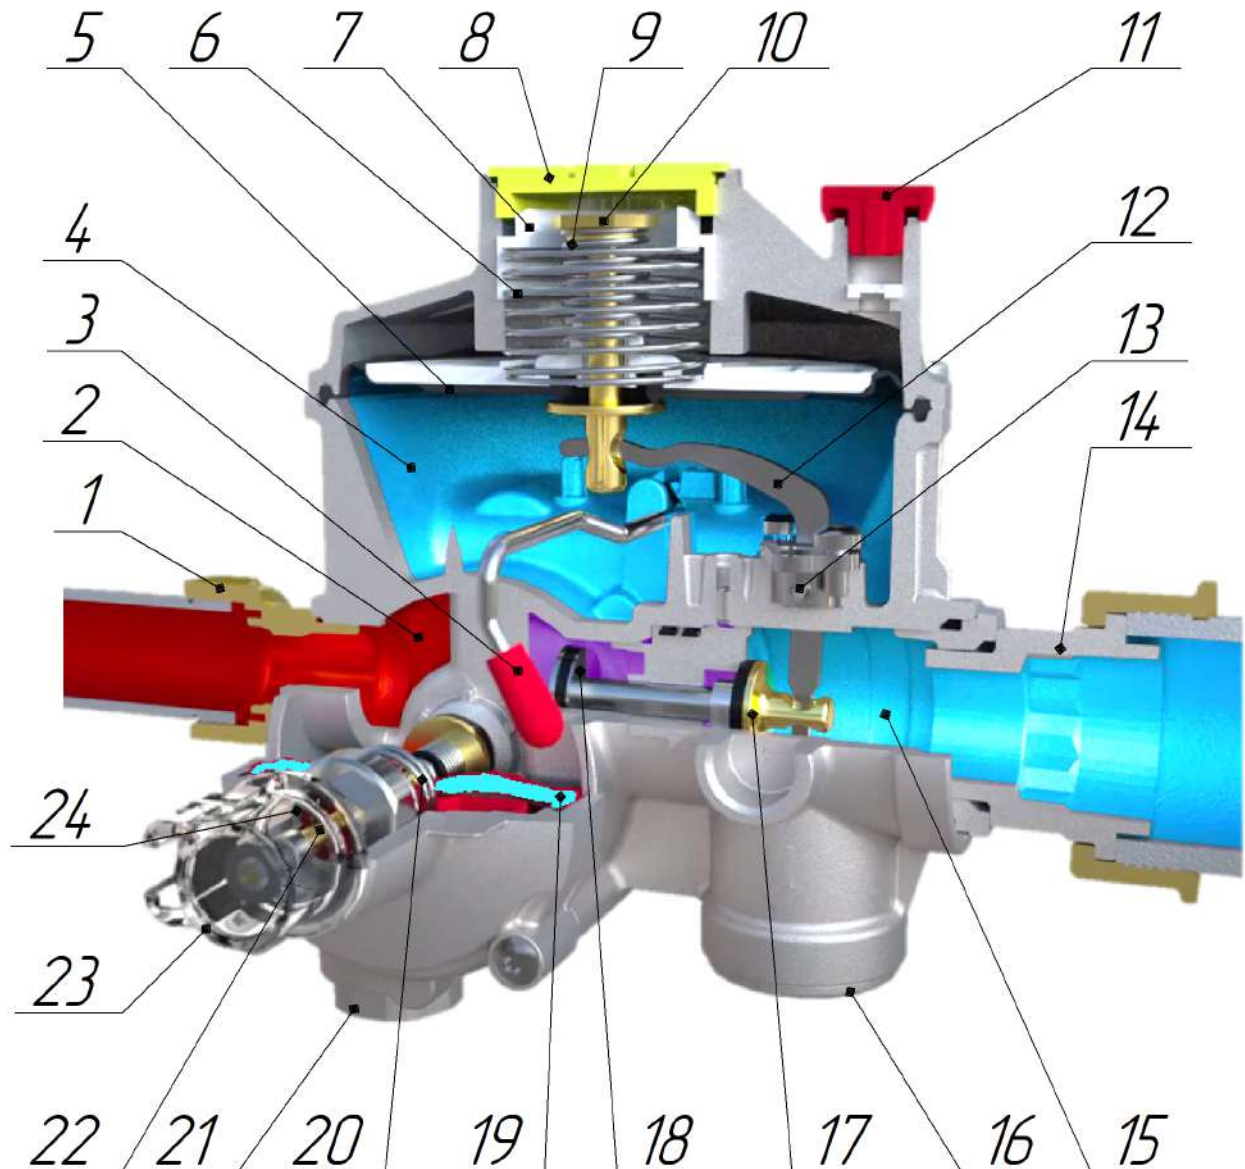

Рисунок 2 – Конструкція регулятора
7.1 Комбіновані регулятори тиску газу прямої дії двоступеневого редукування ERG-SE функціонально складаються з регулюючого блоку з 2-ма ступенями редукування, запірних клапанів по перевищенню тиску та по зниженню тиску через перевищення витрати, запобіжно-скидного клапану (ЗСК). (дивись Рисунок 2).